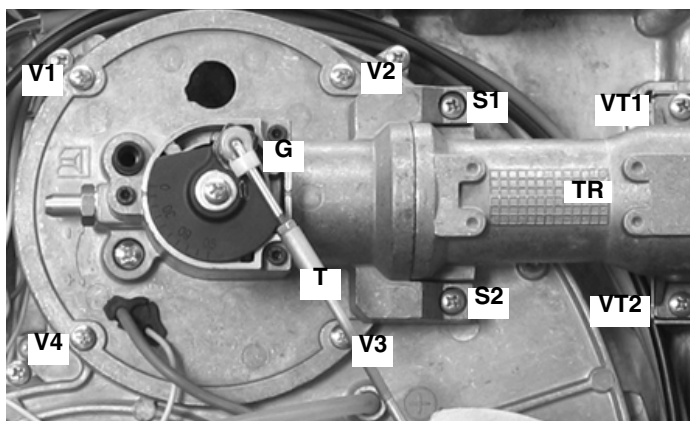

Fig. 16
- 1 Demontati carligul din plastic **G** pentru a elibera tija **T** (Fig. 16) .
- 2 Scoateti suruburile **V1**, **V2**, **V3**, **V4**, **VT1** si **VT2** ca in (Fig. 16).